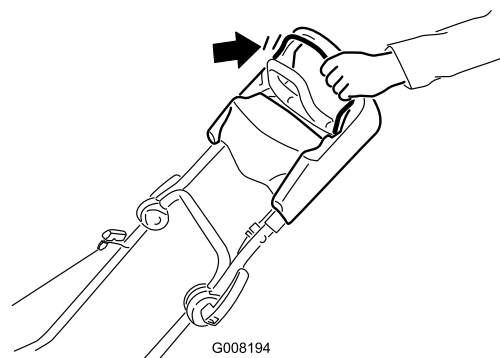

Figuur 13
Opmerking: Met het SmartWheel I® berekent u de juiste instelling om zeker te zijn dat niet meer dan 1/3 van de grassprietten wordt afgesneden (Figuur 13).
2. Rijd de maaimachine op het gras en stop zodra het SmartWheel symbool rechtop staat (Figuur 13).
4. Druk op de maaihoogteknop en houd de maaihoogtehendel vast om maaihoogte omhoog of omlaag in te stellen.(Figuur 13).
5. Om de maaimachine in de gewenste maaihoogtestand te zetten, drukt u de maaihoogtehendel omhoog of omlaag. Gebruik hierbij de maaihoogteschaal (Figuur 13).